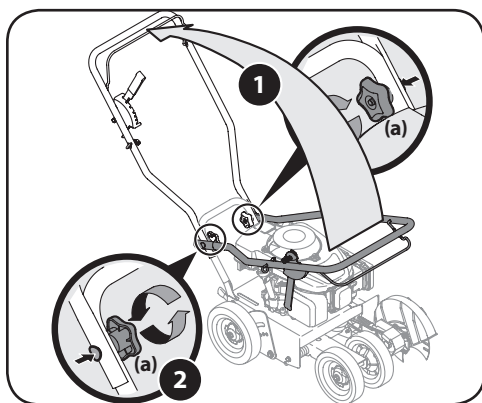

Figure 3-1
1. Relevez la poignée supérieure jusqu'à ce qu'elle s'enclenche. Voir Figure 3-1.